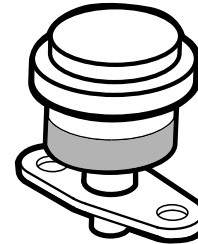

Figure 34
Faites l'entretien de l'élément principal du filtre à air uniquement quand l'indicateur de colmatage (Figure 34)
1. Contrôlez l'indicateur de colmatage du filtre. Si l'indicateur est rouge, le filtre à air doit être remplacé (Figure 34).